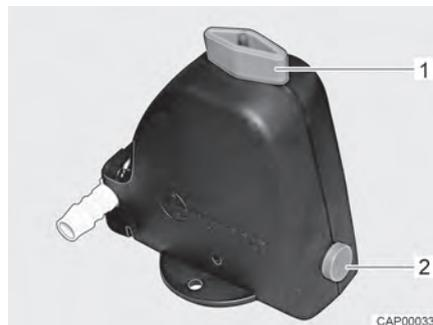

Bild 105 Sicherheits-/Ablassventil geöffnet
- Sicherheits-/Ablassventil schließen. Dazu Drehknopf (Bild 105,1) quer zum Sicherheits-/Ablassventil drehen und Druckknopf (Bild 105,2) hineindrücken. Das geschlossene Sicherheits-/Ablassventil ist in Bild 106 dargestellt. Bei Temperaturen unter 6 °C lässt sich das Sicherheits-/Ablassventil nicht schließen.